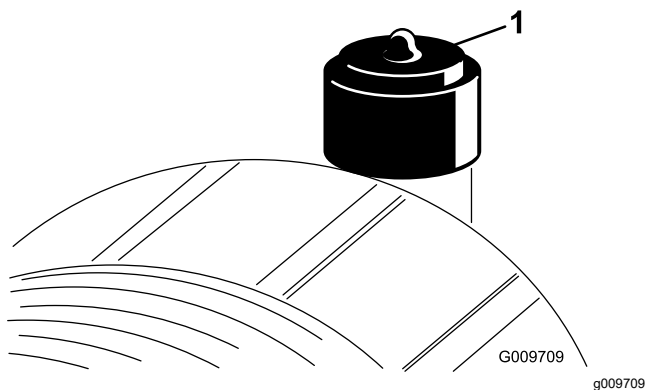

Figura 53
Faça a manutenção ao filtro de ar apenas quando o indicador de serviço (Figura 53) o exigir. Mudar o filtro de ar antes de ser necessário apenas aumenta a possibilidade de entrar sujeidade no motor quando se retira o filtro.
9. Reinicie o indicador (Figura 53) se este se apresentar vermelho.